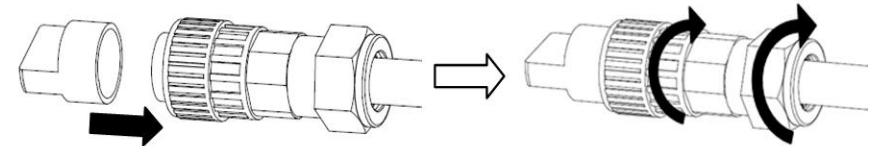

Figura 5.23 Montagem de terminal CA
B) Coloque o clipe de plástico (aperto auxiliar) no elemento de encaixe, aperte o adaptador no elemento de encaixe e, em seguida, aperte a porca rotativa com torque de 3-4 Nm (consulte a figura 5.23).